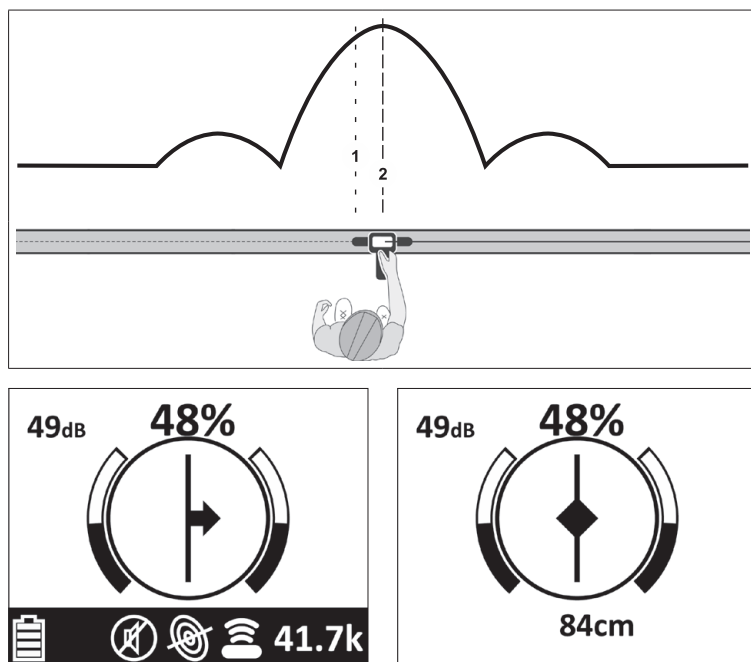

Fig. 25: Localización de una sonda
- Evalúe a tal fin la reacción del receptor (consulte la visión global que se incluye a continuación y la fig. 25).